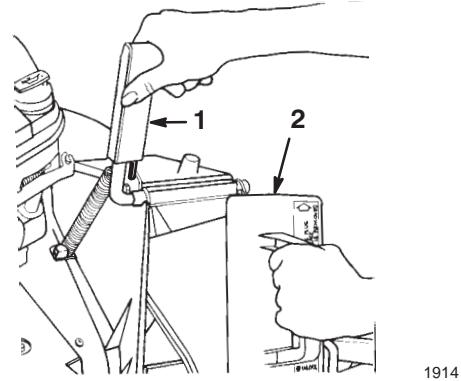

Bild 5
- Öffnen Sie die Auswurfkanalklappe, indem Sie sie nach hinten bewegen (Bild 5).
- Drehen Sie die Abdeckung beim Einsetzen etwas im Uhrzeigersinn (Bild 5).